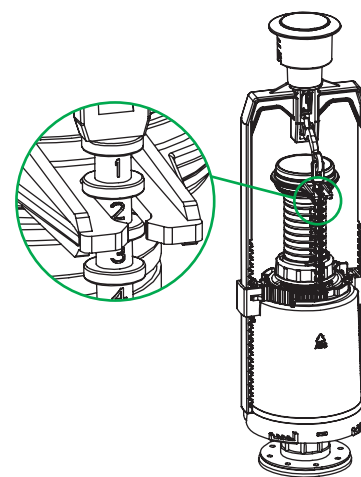

Рис. 13 / 13-сур.
6. Зафиксируйте стержень (тягу) коромысла на трубке перелива (рис. 13а).
Чтобы правильно выставить стержень (тягу), необходимо воспользоваться формулой (рис. 13б):